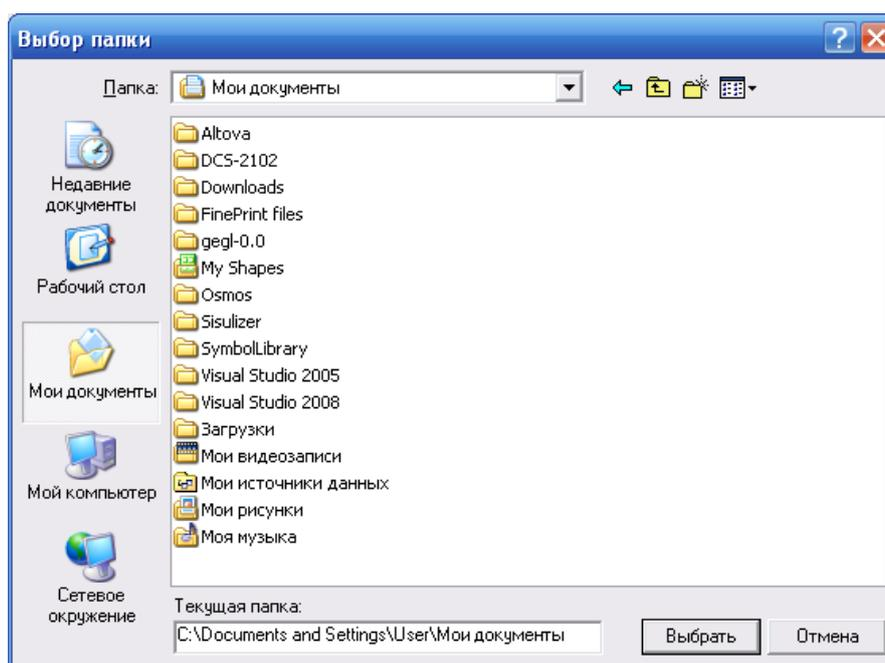

Рис. 2-8
1. Нажмите на кнопку **Выгрузить документы**. После этого откроется окно **Выбор папки** (рис. 2-8).